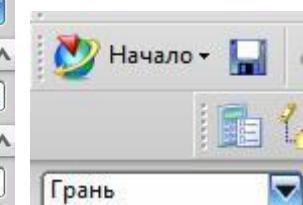

рис.40
- На какой детали вы намерены поставить маркер (поле *Выберите звено*). При этом достаточно указать только одну грань детали. Поэтому в панели выбора должна стоять опция *Грань* (рис.40).